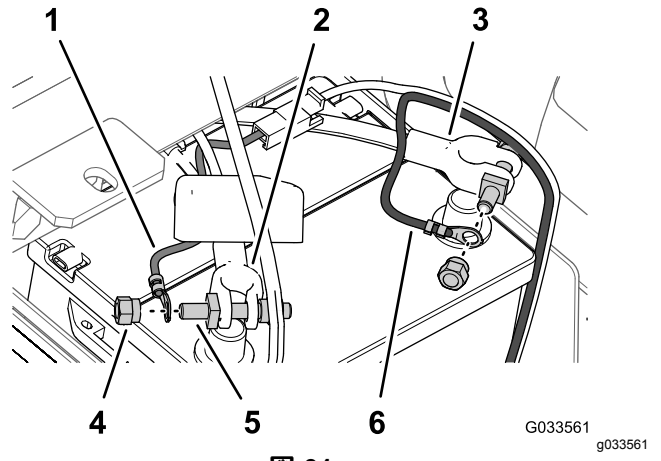

図 31
6. ヒューズ付きリンクスプレーヤ用ワイヤハーネスのリング端子を、プラスのバッテリーケーブルに組み付けてある端子ボルトの端子に、ナットで固定する 図 31。
7. マイナスケーブル黒スプレーヤ用ワイヤハーネスのリング端子を、マイナスのバッテリーケーブルに組み付けてある端子ボルトの端子に、クランプナットで固定する 図 31。